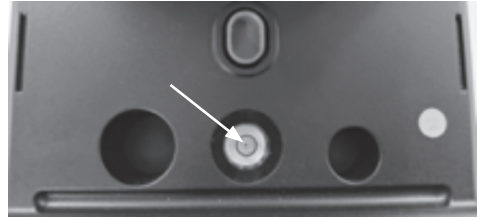

Bild 3
Stellen Sie die Nivellierfüße an der Vorderseite der MatchMaster so ein, dass die Blase im Sichtfenster zentriert ist (Bild 3). *Tipps: Drehen Sie den Fuß im Uhrzeigersinn, um ihn anzuheben. Drehen Sie den Fuß gegen den Uhrzeigersinn, um ihn abzusenken. Drehen Sie beide Füße im Uhrzeigersinn, um die Blase nach vorne zu bewegen. Drehen Sie beide Füße gegen den Uhrzeigersinn, um die Blase nach hinten zu bewegen.*
4. Wenn das Display C 20 anzeigt, legen Sie ein 20-Gramm-Gewicht auf den Teller und wenn „Stable“ (Stabil) angezeigt wird, drücken Sie die Taste **[CAL]** (KALIBRIEREN). Siehe *Abb. 3*.